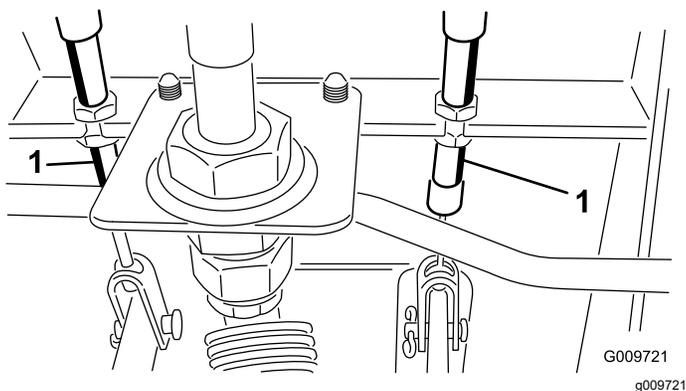

Рисунок 101
- A. Отпустите переднюю гайку на резьбовом конце троса тормоза (Рисунок 101).